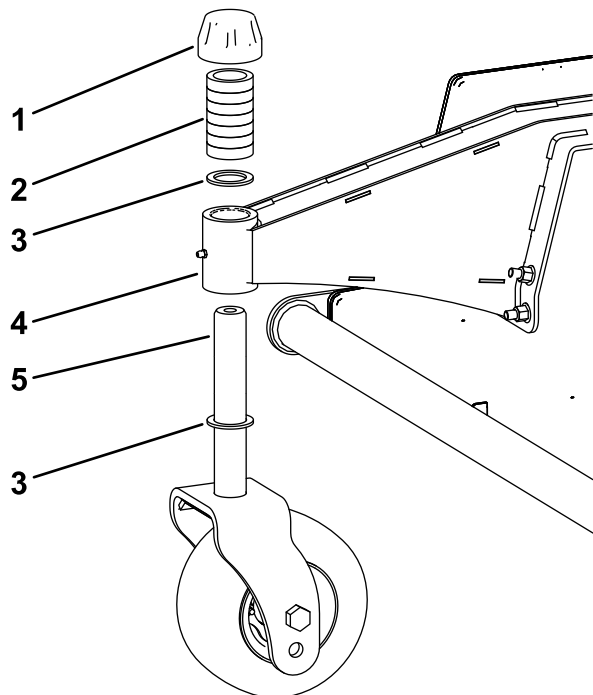

Figura 8
- Monte las ruedas giratorias en la unidad de corte con un suplemento a ambos lados del cubo del eje de la rueda giratoria, tal y como se muestra en la Figura 8.